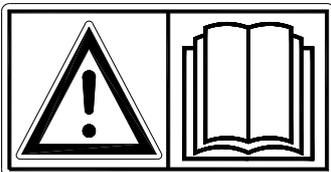

Fig. 1
**Leggere e capire** (fig. 1) Se la macchina non viene utilizzata come descritto nel manuale, vi può essere un pericolo di lesione personale e/o danno alla Verti-Cut.